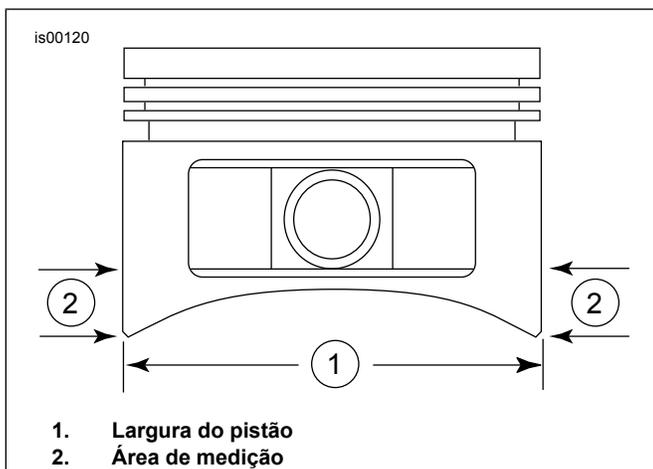

Figura 1. Medidas do Pistão
5. Ver Figura 1 . Meça a largura do pistão (1) na horizontal, a 90 graus, de ambos os lados do orifício do pino do pistão, e a 0,285 pol. acima (2) da parte mais baixa da saia